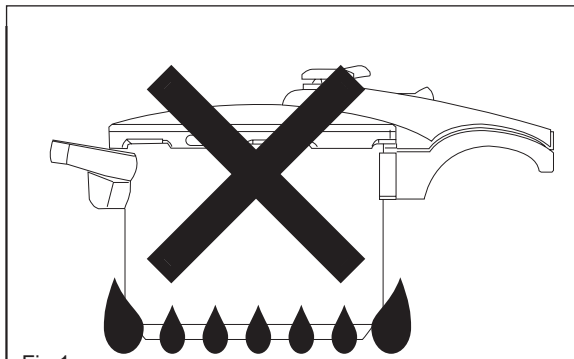

Fig.1
- Situar el aparato sobre una fuente de calor plana, estable y de diámetro adecuado al fondo difusor del aparato. En caso de fuentes de calor de gas asegurarse que la llama no sobresalga del fondo difusor (Fig. 1).